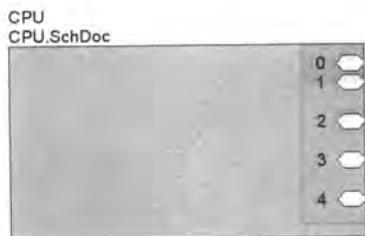

图 4-59 放置图纸入口
- [2] 移动光标到图纸符号的内部，单击鼠标左键，会出现一个图纸入口，沿着图纸符号内部的边框，随光标的移动而移动，在适当的位置再次单击鼠标左键即完成了图纸入口的放置。连续操作，可以放置多个图纸入口，如图 4-59 所示。